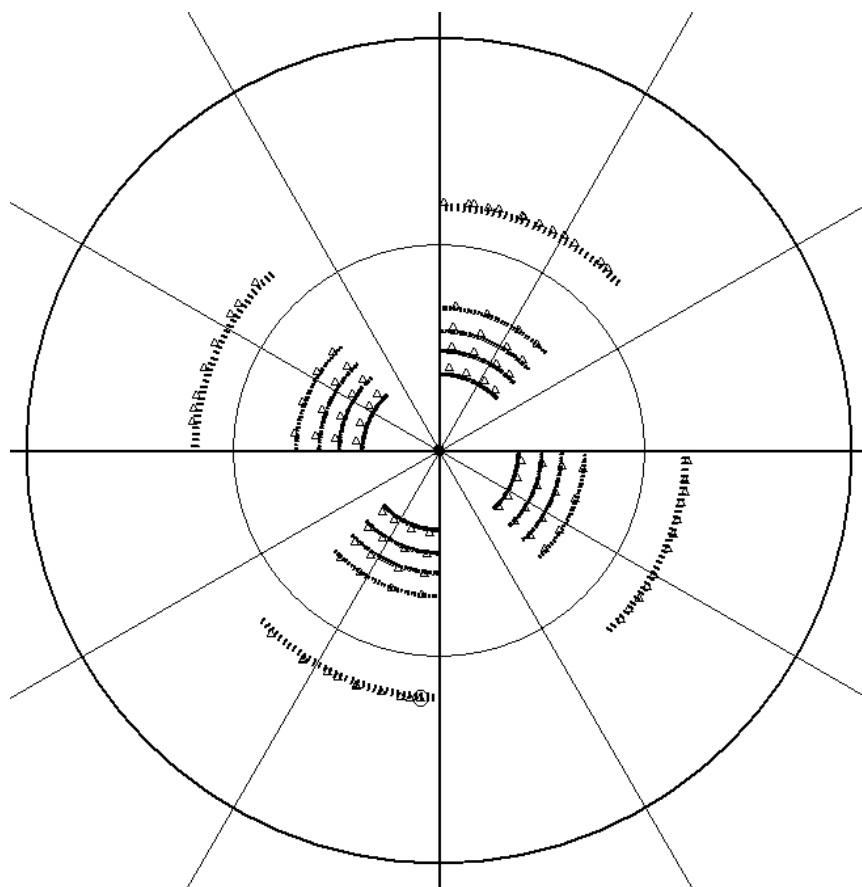

Рис. 59. Тест 4
- щелкните по кнопке ТЕСТ 4 в дополнительном окне управления диагностическими операциями и убедитесь в наличии на экране изображения, приведенного на рис. 59.